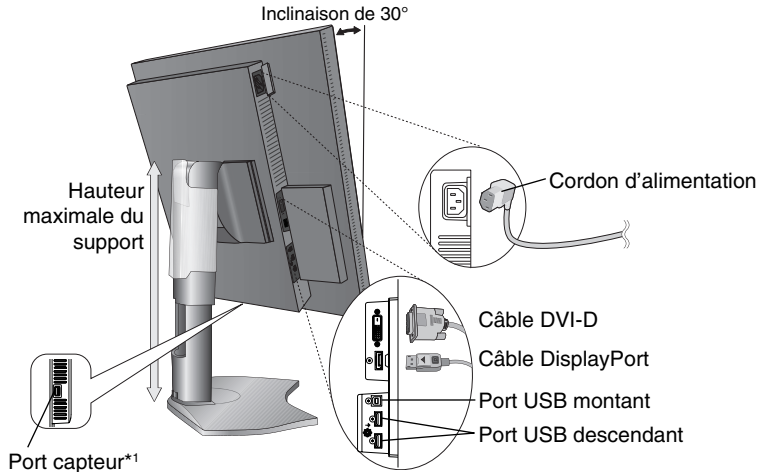
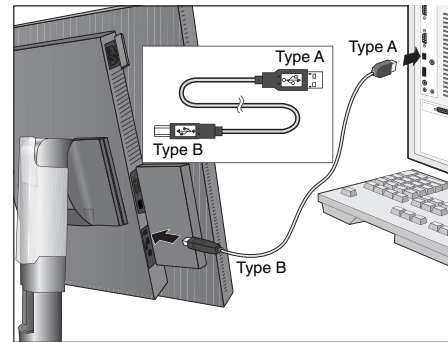

Figure C.1
Figure C.1a
4. Branchez tous les câbles aux connecteurs appropriés (**Figure C.1**). Lorsque vous utilisez le câble USB, branchez le connecteur de type B au port montant USB situé sur la partie arrière droite du moniteur, et le connecteur de type A au port USB 2.0 descendant de l'ordinateur (**Figure C.1a**). Si vous utilisez le câble d'un appareil USB, branchez-le dans l'un des ports descendants du moniteur.